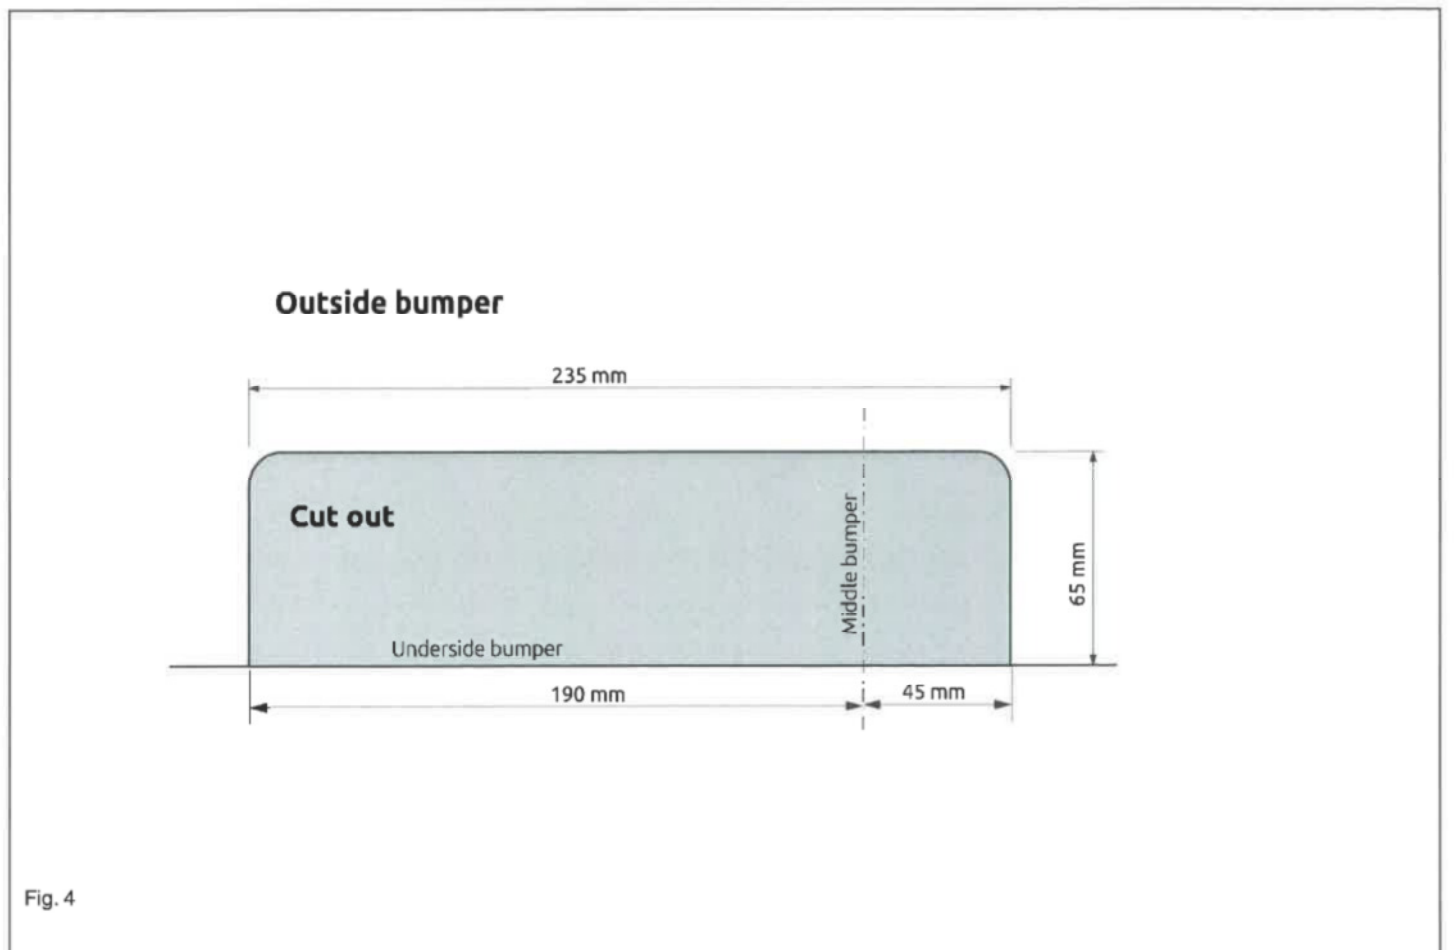

Fig. 4
9. Saw out the portions as indicated in fig. 4 and 4a.
9. Gemäß Abb. 4 und 4a die angegebenen Teile heraussägen.
9. Säg ut delarna enligt fig. 4 och 4a.